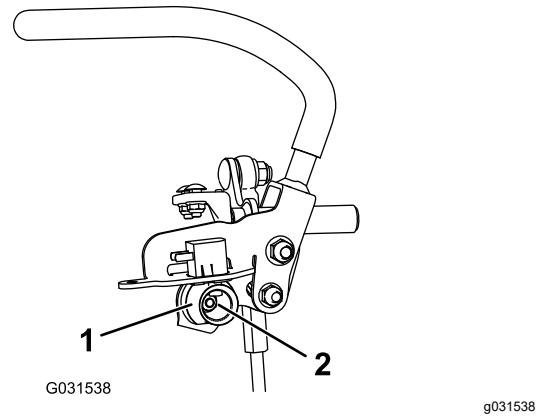

Figura 80
- Afloje la tuerca que sujetla la leva (Figura 80).